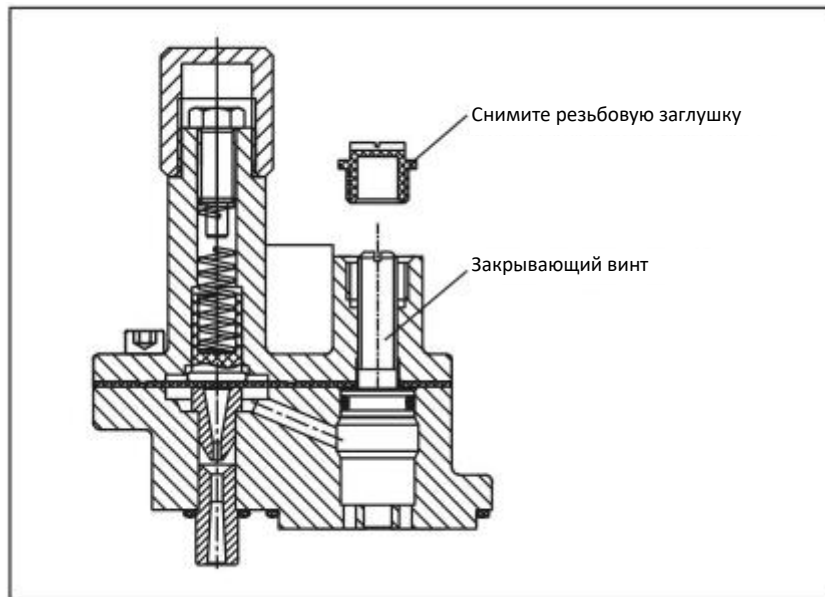

Рисунок 15: Закрытие обратного клапана
2. Снимите защитную заглушку и закройте обратный клапан насоса, повернув закрывающий винт по часовой стрелке до упора вниз. (См. Рисунок 15)
1. Снимите защитную заглушку и закройте обратный клапан насоса, повернув закрывающий винт (см. Рисунок 15) до упора. Снимите 1/4-дюймовую NPT заглушку испытательного отверстия резервуара и присоедините испытательное оборудование резервуара. Подайте испытательное давление резервуара на испытательное отверстие резервуара.